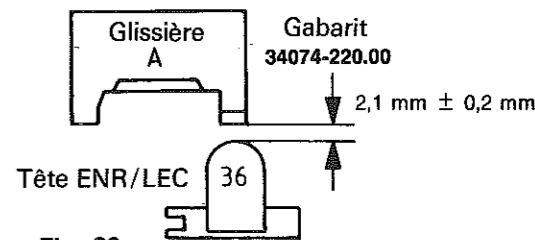

Fig. 20
- Déplacer la glissière A du gabarit vers la tête ENR/LEC 036. On doit obtenir un écart de $2,1 \text{ mm} \pm 0,2 \text{ mm}$ entre le levier palpeur et la tête ENR/LEC (Fig. 20).